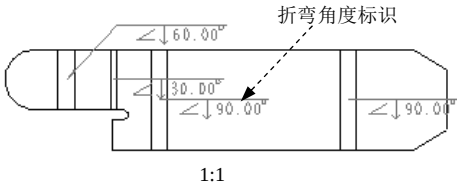

图 11.11.4 创建展开视图
(1) 单击“新建”按钮，在弹出的文件“新建”对话框中，选中 **类型** 区域的  **绘图** 单选项，在 **名称** 文本框后输入文件名 `sm_drawing`；取消选中 ☐ **使用默认模板** 复选框，然后单击 **确定** 按钮。
(2) 选取适当的工程图模板或图框格式。在系统弹出的“新建绘图”对话框中，在 **指定模板** 区域选中 ☒ **空** 单选项；在 **方向** 区域选择图纸的方向为“横向”，再在 **大小** 区域选择图纸的 **标准大小** 为 A2；单击 **确定** 按钮。
(3) 系统弹出“选择实例”对话框，选取该零件的“普通模型”，然后单击 **打开** 按钮。
Step2. 创建图 11.11.4 所示的展开视图。
说明：如果想要删除图 11.11.4 所示的展开视图中的折弯角度标识，其方法如下：在图 11.11.4 所示的图形中单击要拭除的折弯角度标识。右击，从系统弹出的快捷菜单中，选择 **拭除** 命令。